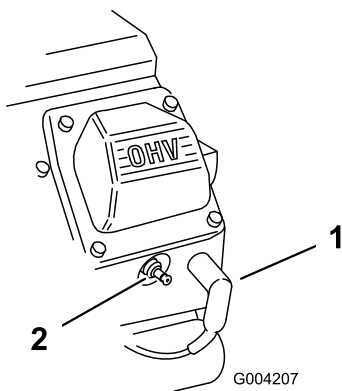

Bild 166
- Stecken Sie die Zündkerzenstecker auf die Zündkerzen (Bild 166).